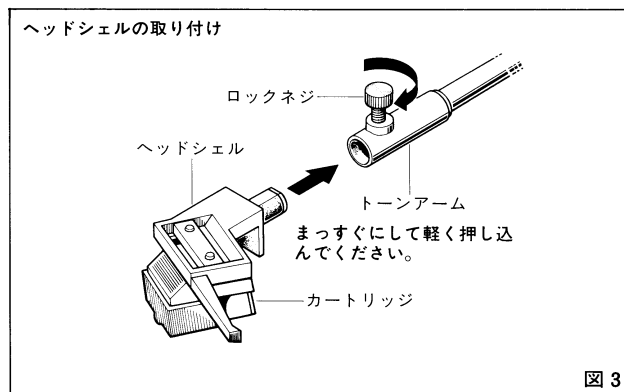

図3
3. カートリッジの付いたヘッドシェルを、シェルのロックネジをゆるめてアーム先端へ差し込み、ロックネジを締めて固定します。このときシェル内部のピン4本を痛めないようにまっすぐにして軽く押し込んでください。(図3)